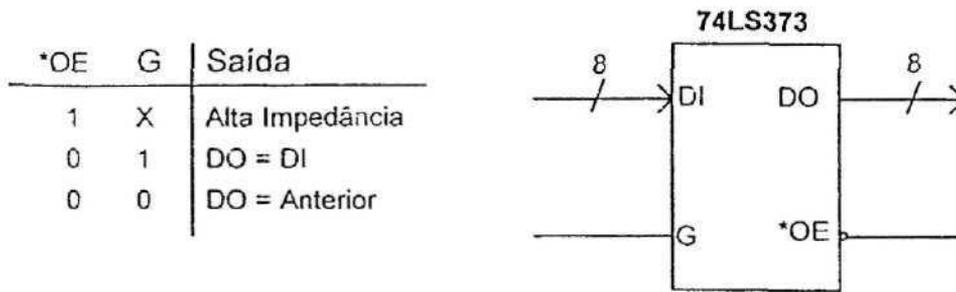
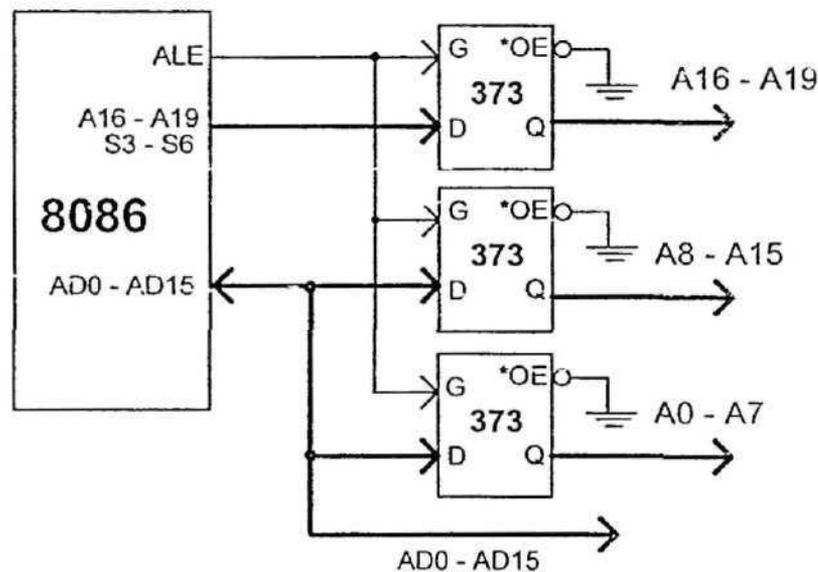

Figura 2.11. Descrição do latch 74LS373.
Figura 2.12. Demultiplexação do barramento de endereços.
A forma mais usual de criar um barramento de endereços (linhas onde os endereços ficam estáveis durante todos os períodos do ciclo de barramento) é separar os endereços através de *latches*, controlados pelo sinal ALE. O 74LS373, como ilustrado na figura 2.11, é um *latch* de 8 bit. (8 flip-flops D em paralelo), que possui um sinal de controle (*OE), para os três-estados de saída, e um *gate* (G), para controlar a operação de *latch*. Quando G = 1, o *latch* é transparente, ou seja, a saída é igual à entrada; porém, quando G = 0, a saída fica congelada com o último valor. A figura 2.12 mostra um exemplo da demultiplexação do barramento de endereços.